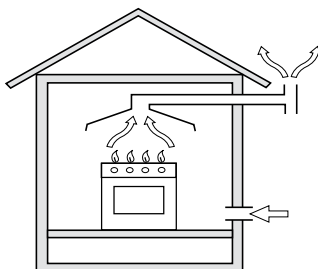

Fig. 1. Sistem de ventilare directă
- a) Încăperea trebuie să fie dotată cu un sistem de ventilare care să asigure evacuarea eficientă a produselor arderii. Aceasta poate fi o hotă de bucătărie sau un ventilator electric care să înceapă să funcționeze în mod automat atunci când începe să funcționeze hota de bucătărie (Fig. 1).